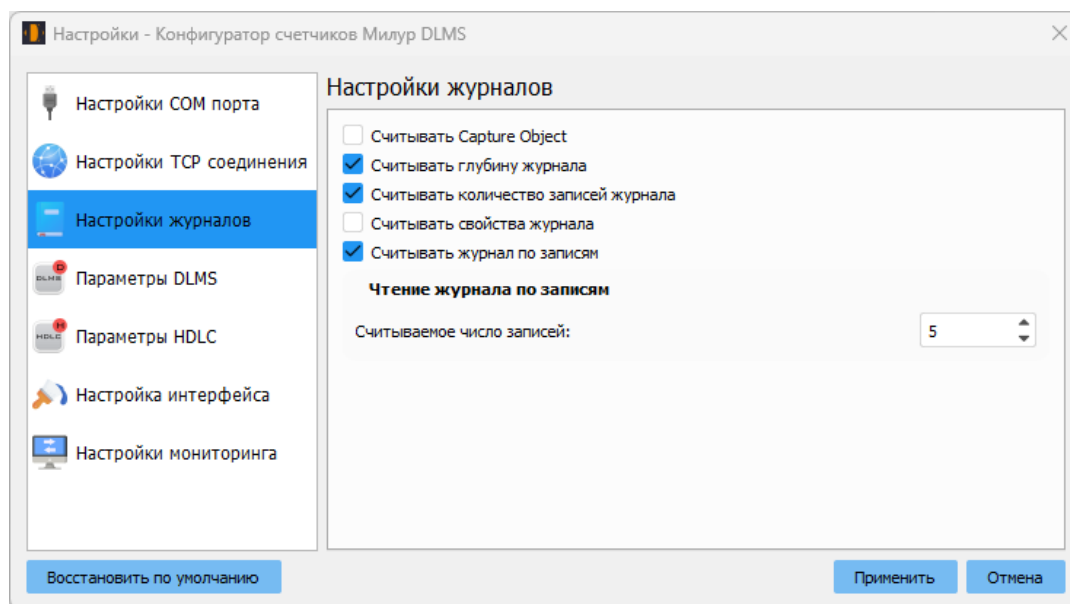

Рисунок 5
4.2.3 «Файл» → «Настройки» → «Настройки журналов» (рисунок 5).